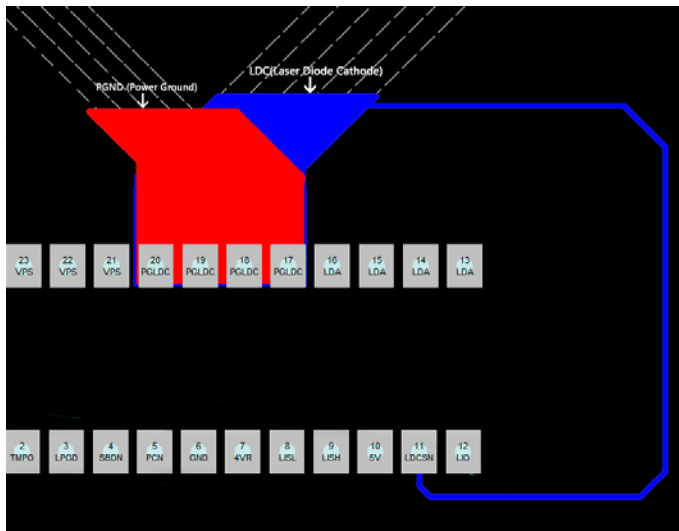
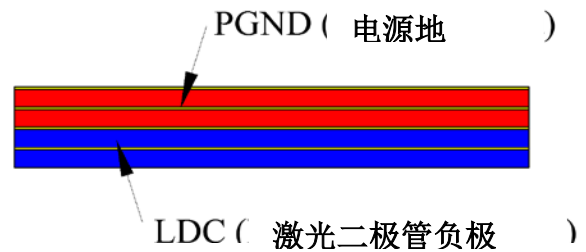
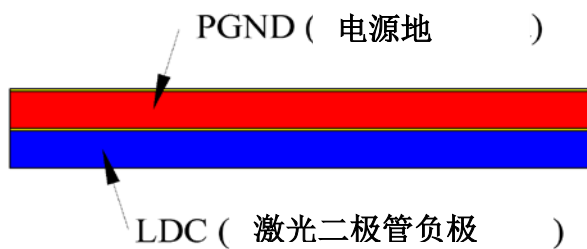

图 14、双层 PCB 布局
图 16、四层 PCB 的剖面图
图 15、双层 PCB 的剖面图
请参见图 13 和图 14，建议用大铜块填充 VPS，PGLDC 和 LDA 引脚，如果可能的话，其他引脚也采用这种做法，如此来降低模块和 PCB 之间的热阻，并降低模块的温度。
- 4、如果 PCB 用于安装激光驱动器。PGLDC 引脚的布局请参见下图。如果 PCB 有两层，顶层（红色）用于布线 PGND，底层（蓝色）用于布线 LDC，参见图 14。如果 PCB 有四层，则最上面两层用于布线 PGND，底部两层用于布线 LDC。图 15 和图 16 分别显示了两层和四层 PCB 的剖面图。